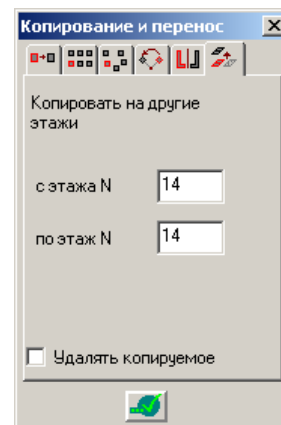

Рис.1.14.6. Окно диалога **Копирование и перенос** (закладка **Копировать на другие этажи**)
- щелкните на закладке  – **Копировать на другие этажи** (рис. 1.14.6);